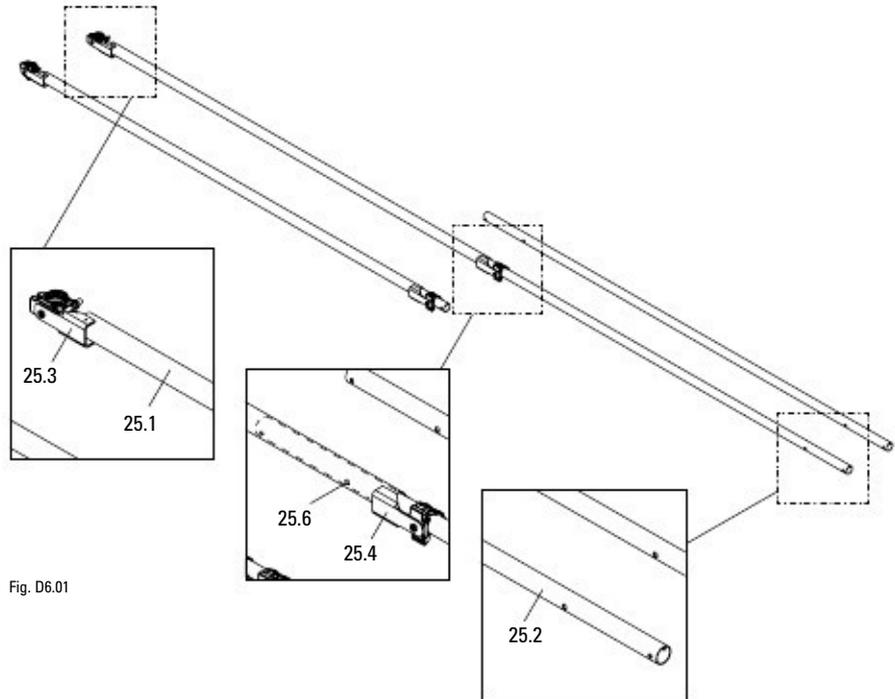

Fig. D6.01
- Вътрешна тръба \varnothing 48 mm (25.2). (Fig. D6.01)